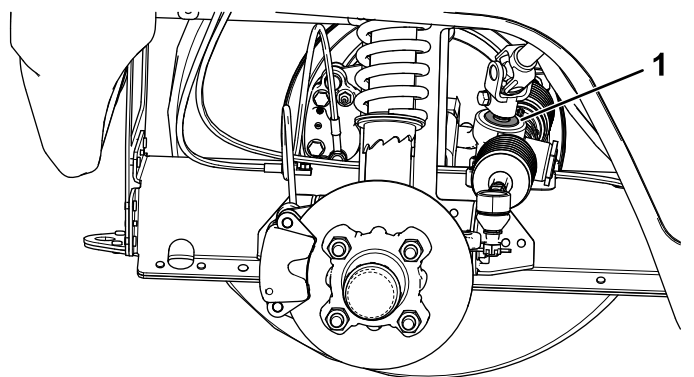

Рисунок 44
**Внимание:** Проверьте состояние и надежность уплотнения вала ведущей шестерни (Рисунок 44).